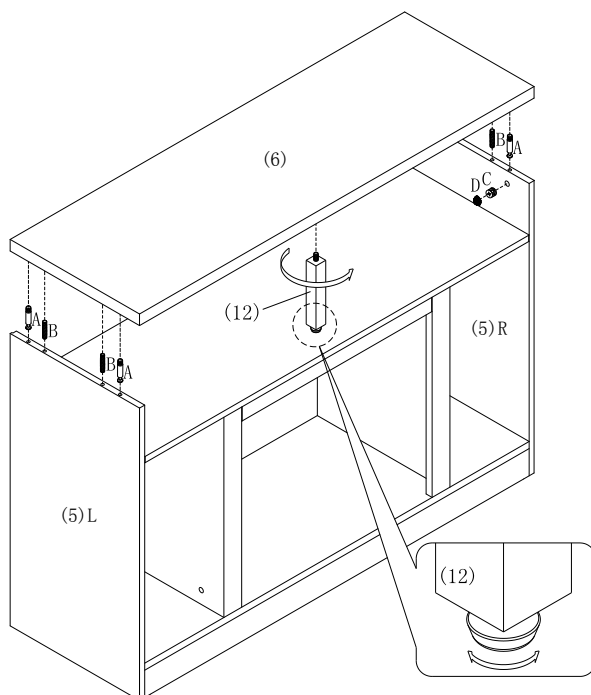

Figure 3
PUT THE TOP PANEL(6) ON THE UNIT, INSERT 4PCS CAM-BOLTS(A) AND 4PCS WOOD DOWEL(B) INTO PREDRILLED HOLES OF SIDE TOP PANEL(6),AND FIT INTO CORRESPONDING HOLES ON INSIDE OF SIDE PANEL(R&L)(5),THEN INSERT 4PCS CAM-LOCK(C) INTO BIG HOLES ON INSIDE OF SIDE PANEL(R&L)(5) WITH SLOT FOR SCREWDRIVER FACING OUTWARD ROTATE CAM-LOCKS(C) CLOCKWISE TO SECURE CAM-LOCKS,AS FIGURE 3 SHOWN.USE THE CENTER SUPPORT(12) BEFORE PLACING ANY ITEM WEIGHING OVER 50LBS ON THE TOP.JUST INSERT CENTER SUPPORT(12) TO THE POSITION AS SHOWN IN FIGURE 3 ,ADJUST THE RUBBER FOOT AT THE BOTTOM OF SUPPORT TILL TIGHTING.